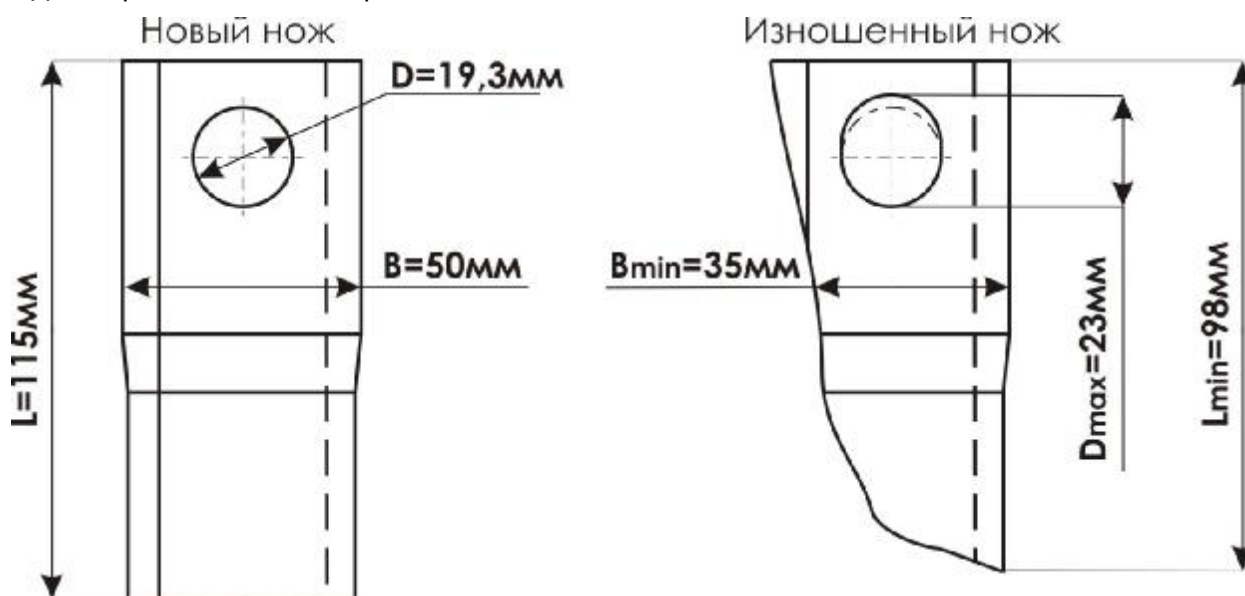

Рис. 9 Предельно допустимые размеры ножей
2. Ширина ножа менее 35мм (рис. 9), (мерить в 10мм от края диска ротора).